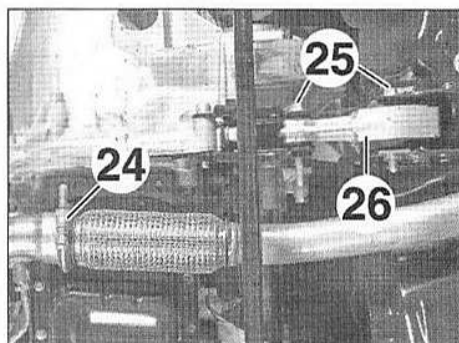

FIG.12
- le collier d'échappement (24) à l'aide de l'outil [5] (Fig.12).
- les vis (25),
- la biellette anticouple (26),